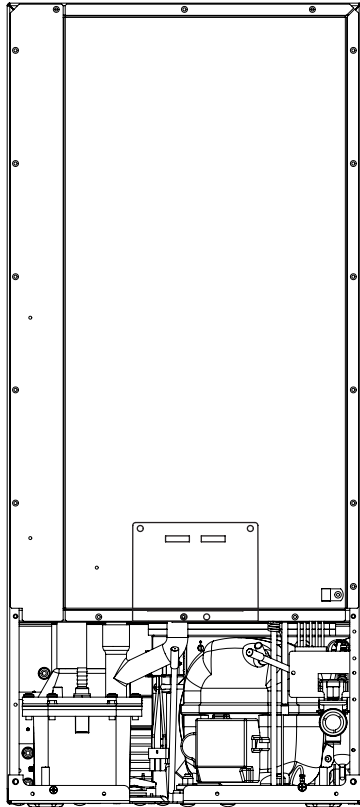

Figure 35
7. Débranchez la conduite de sortie de la vanne d'eau vers le réservoir, et drainez l'eau résiduelle de la zone de piège de la conduite d'eau (Voyez les Figures 35 et 35a).
8. Reconnectez la conduite d'eau de sortie de vanne d'eau (Voyez les Figures 35 et 35a).